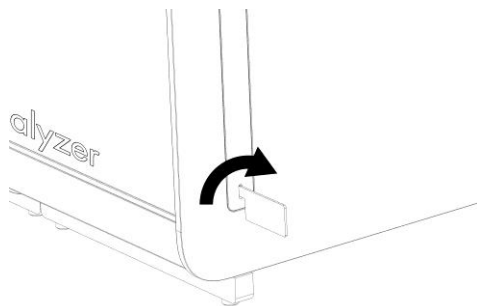

Figura 5. Rimozione dei coperchi di protezione.
2. Rimuovere i coperchi di protezione dal lato del modulo analitico utilizzando lo strumento di rimozione del coperchio di protezione in dotazione con il QIAstat-Dx Analyzer 1.0 (Figura 5, pagina successiva).